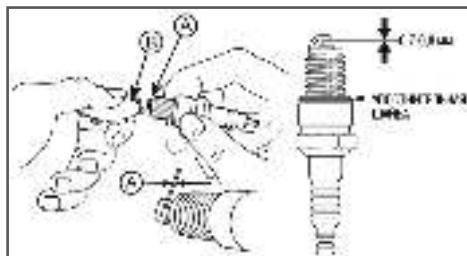

Рис. 26 Проверка межэлектродного зазора
4. Измерьте зазор А между электродами В. Зазор должен быть $0,7-0,8$ мм (Рис. 26). При увеличении или уменьшении требуемого зазора, рекомендуется заменить свечу, так как регулировка зазора может привести к изменению качества искрообразования.